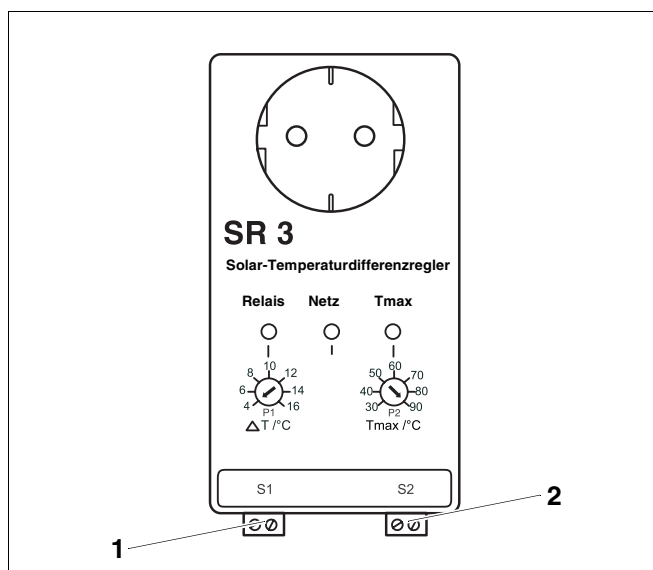

Fig. 6 Regolatore differenziale ad innesto SR 3
- Fissare i cavi della sonda all'apparecchio di comando (fig. 6, **pos. 1 e 2**). La polarizzazione elettrica é libera.